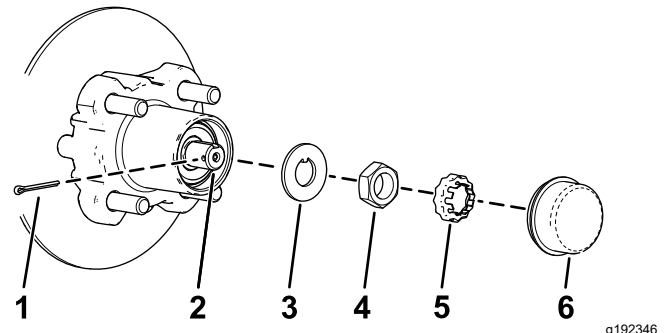
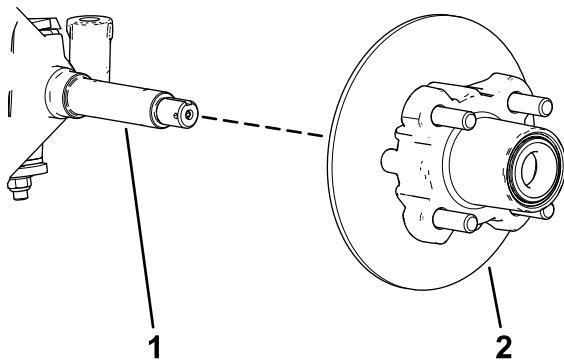

Figure 39
Figure 40
4. Retirez le couvre-moyeu du moyeu (Figure 39).
5. Retirez la goupille fendue et le frein d'écrou de la fusée et de son écrou (Figure 39).
6. Enlevez l'écrou de la fusée, et séparez l'ensemble moyeu et rotor de la fusée (Figure 39 et Figure 40).